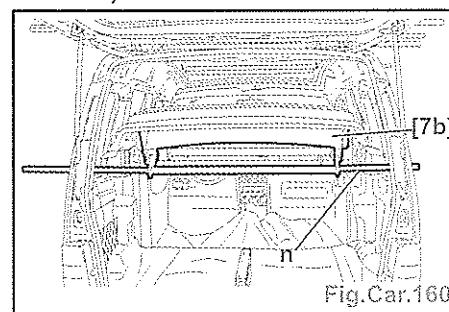

Fig.Car.160
- Soulever l'arrière de l'outil [7b] pour insérer le tube arrière (n) en appui sur les feuillures des vitres AR (Fig. Car.160).